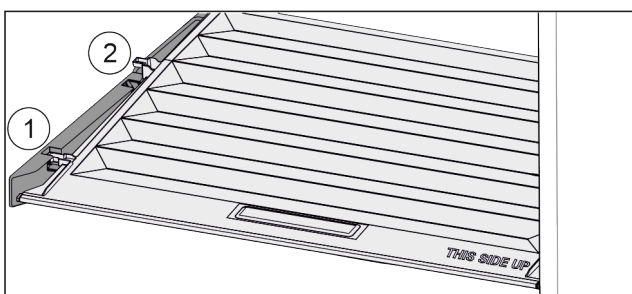

Fig. 51
- ▶ Dra locket framåt Fig. 51 (1) till öppningen i fästdelarna.
- ▶ Lyft det baktill underifrån och ta ut Fig. 51 (2) det uppåt.